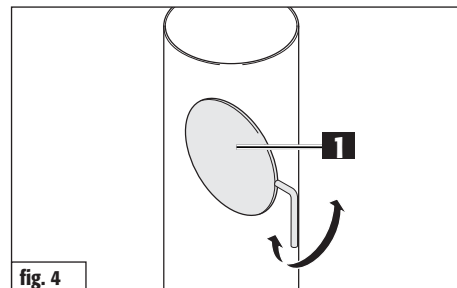

fig. 4
La necessaria pressione di conduzione (tiraggio) della stufa camino Como deve essere pari a 11 Pa. Se la pressione di conduzione supera questo valore, si avrà una quantità maggiore di emissioni del focolare. Il focolare di conseguenza potrebbe subire danni. Il tiraggio massimo consentito per Como è pari a 35 Pa all'entrata dei fumi nel comignolo. Per limitare il tiraggio si potrebbe utilizzare una valvola a farfalla (fig. 4) o un limitatore di tiraggio.
La valvola a farfalla (fig. 4/1) è un elemento di comando opzionale. Essa viene inserita nel canale da fumo e serve alla regolazione del flusso di fumo. In tal modo si limita la velocità di ossidazione. Se l'impugnatura della valvola a farfalla è orizzontale rispetto al canale da fumo, il flusso di gas di scarico è limitato al massimo. In linea generale è sempre consigliabile montare una valvola a farfalla per ridurre il tiraggio. Rispettare la normativa legale in vigore.
**Prima di aprire lo sportello del focolare durante la fase di combustione, aprire la valvola a farfalla (fig. 4).**